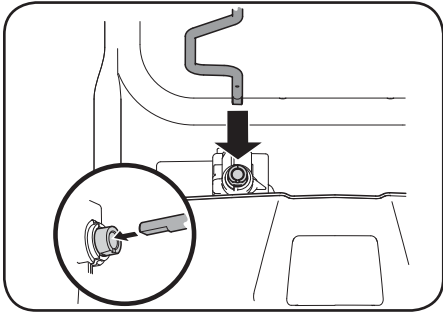

Figure 2-27
5. Enfoncez l'autre extrémité de la tige de commande de la goulotte dans le raccord sous le panneau de bord. Vérifiez que les extrémités plates de la tige et du raccord sont bien alignées. Il faudra peut-être tourner la tige pour que les deux surfaces s'alignent. Voir l'encadré de la Figure 2-27.